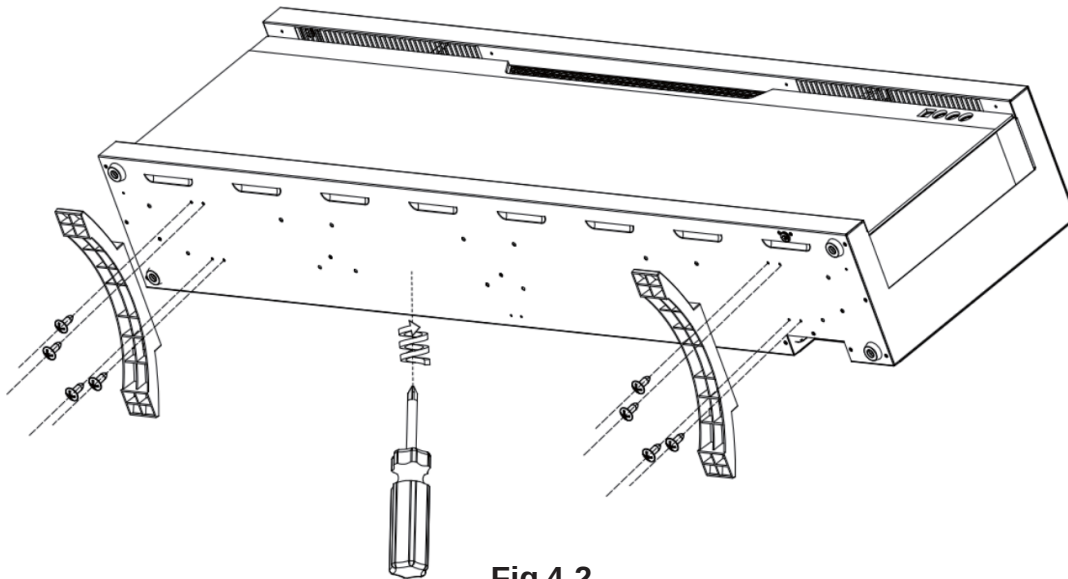

Fig 4-2
- B. Befestigen Sie die beiden Füße (mitgeliefert) mit den zuvor entfernten Schrauben an der Unterseite des Kaminkastens .(Fig 4-2)